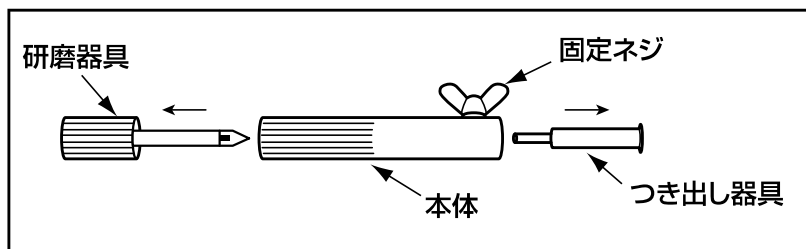

図40
1. 付属のドリル研磨器(屑抜き工具)の固定ネジをゆるめ、つき出し器具をはずします。 図40 参照